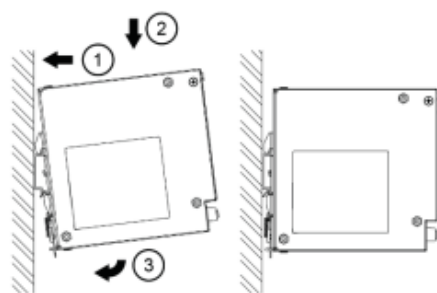

Fig. 6.1 Mounting
1. Kippen Sie das Gerät nach oben und setzen Sie es auf die DIN-Schiene. Rasten Sie die DIN-Schiene wie in Abb. 6.1 gezeigt ein.